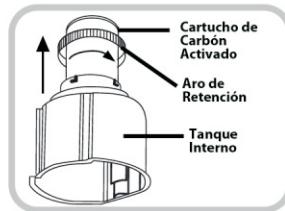
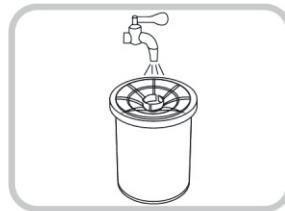

Fig.2
Fig.3
3. Para limpiar el Filtro de Carbón Activado voltee el Tanque Interno hacia abajo y rote el Aro de Retención en dirección contraria a las agujas del reloj para liberar el filtro. Separe el filtro del barril (Fig. 2) y enjuáguelo con agua corriente. Agítelo con suavidad, NO lo agite con fuerza. El filtro soltará un residuo negro que le dará un color oscuro al agua mientras se enjuaga, esto es normal. Continúe con este proceso hasta que no salga más agua oscura (Fig. 3).